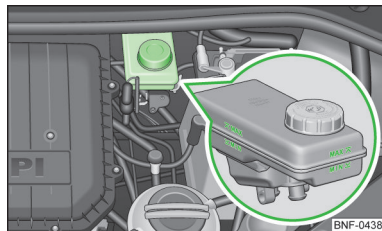

Fig. 102
Bremsevæskebeholderen er placeret i motorrummet » Fig. 102 på side 112.
- Hvis væskestanden er faldet til under MIN-markeringen » Fig. 102 på side 112, 🚫 må du ikke køre videre – fare for ulykke! Søg hjælp på et værksted.
➤ Kontroller bremsevæskestanden i beholderen » Fig. 102.